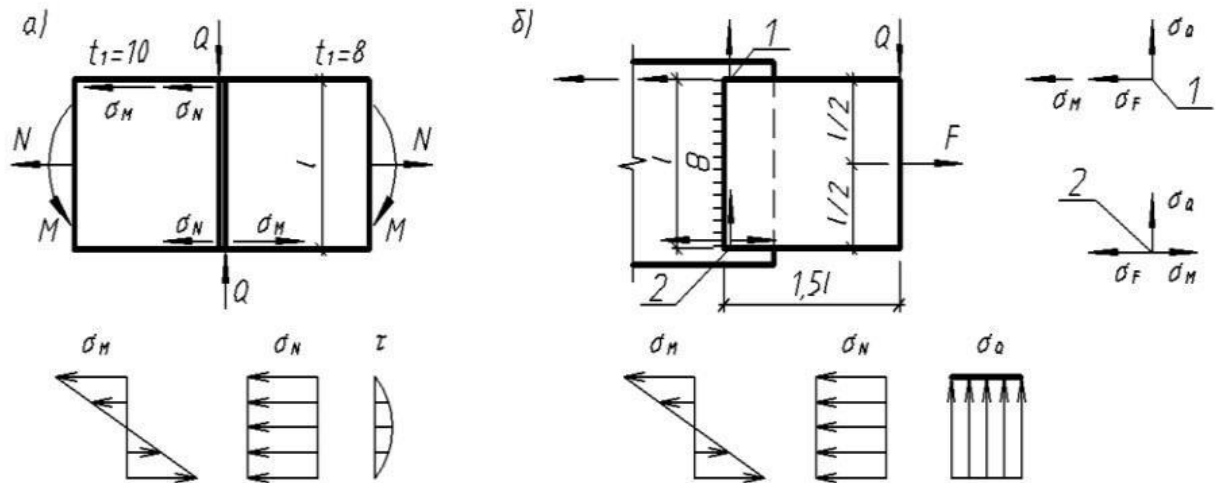

Рисунок 1.9 – К задачам 1.3–1.11
1.3. Определить величину и направление максимального напряжения в сварном шве (рисунок 1.9, а). Сварка – ручная, катет шва – 10 мм. Значения F и l принять по таблице 1.1. Сталь С235, $R_{wz} = 165$ МПа, $R_{wf} = 180$ МПа.
1.4. Определить катет шва в сварном соединении (см. рисунок 1.9, а). Сталь С255, сварка ручная, толщина соединяемых листов по 16 мм. Значения F и l принять по таблице
1.5. Определить величину и направление максимального напряжения в комбинированном шве (см. рисунок 1.9, б). Сварка ручная, катет швов – 10 мм. Как будет меняться величина наибольшего напряжения в случае приложения силы F по верхнему (нижнему) краю полосы? Значения F и l принять по таблице 1.1.
1.6. Определить катет шва в соединении (см. рисунок 1.9, б). Сталь С375, толщина обоих листов по 14 мм. Сварка ручная. Значение F и l принять по таблице 1.1, $c = 1$.
1.7. Уголок из стали С345 прикреплен ручной сваркой к листу (см. рисунок 1.9, а). Катеты швов по перу и обушку одинаковы и равны $kf = t - 2$ мм, где t – толщина уголка. Найти длины сварных швов по перу и обушку уголка, при которых в сварных швах не возникают напряжения от изгибающего момента. Значение F и профиль уголка принять по таблице 1.1, $c = 0,75$.
1.8. Уголок из стали С235 прикреплен ручной сваркой к листу по контуру (см. рисунок 1.9, г). Катет шва $kf = t - 2$ мм, где t – толщина уголка. Найти длины сварных швов по перу и обушку, при которых в сварных швах не возникают напряжения от изгибающего момента. Значение F и профиль уголка принять по таблице 1.1, $c = 0,75$.
1.9. Уголок из стали С235 приварен ручной сваркой к листу (см. рисунок 1.9, а). Катет шва $kf = t - 2$ мм, где t – толщина уголка. Длины швов: по перу уголка $l_p = 0,3b$, по обушку $l_o = 0,7b$ (b – ширина полки уголка). Найти предельную силу F из условия прочности сварного соединения. Профиль уголка принять по таблице 1.1, $c = 0,75$, электроды типа Э-42.
1.10. Определить катет сварного шва, которым опорный столик из стали С345 приваривается ручной сваркой к колонне (см. рисунок 1.9, а). Значения F и h принять по таблице 1.1, $c = 1$, $e = 0,6h$, электроды типа Э50.
1.11. Найти предельную силу F на консоль, выполненную из стали С285 (см. рисунок 1.9, а). Сварка ручная, катет шва – 8 мм, $c = 1$. Значение h принять по таблице 1.1, $e = 0,4h$, электроды типа Э46.